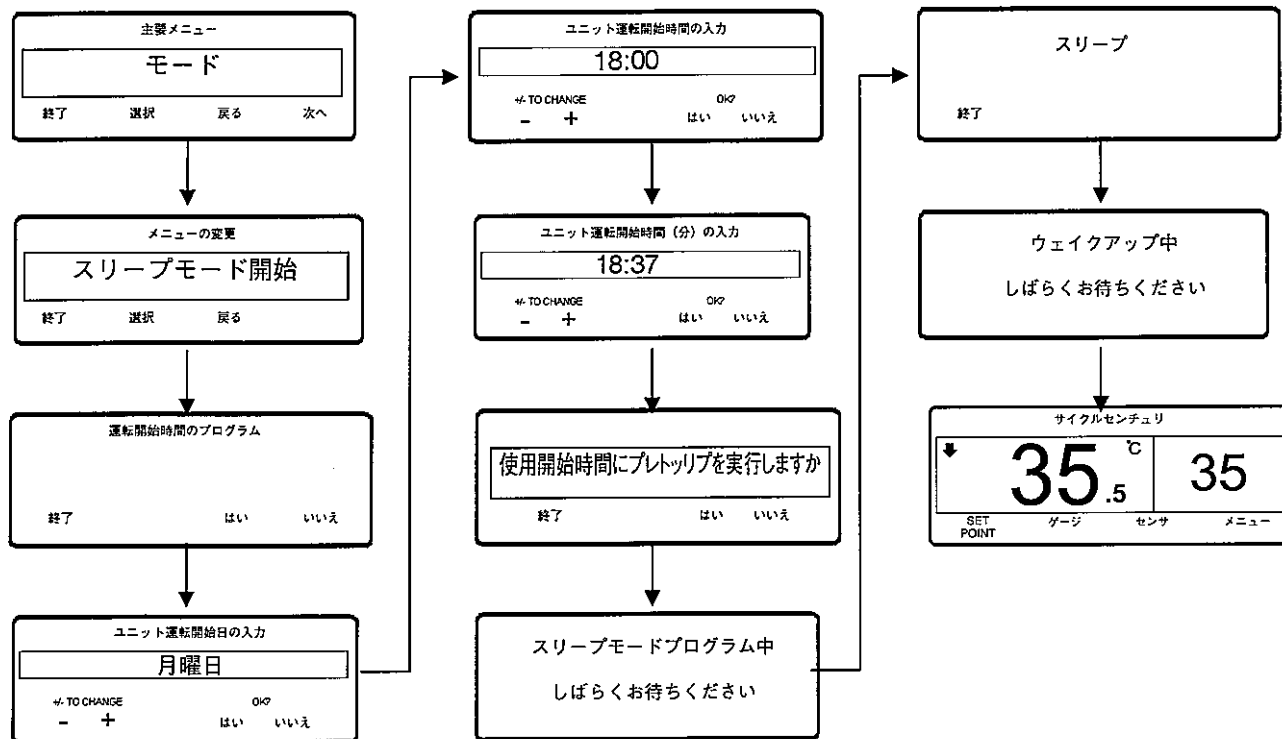

図51：スリープ・モード選択のスクリーン・シーケンス
3. モード・メニューが現われるまで、次へソフト・キーを押してください。図51を参照してください。